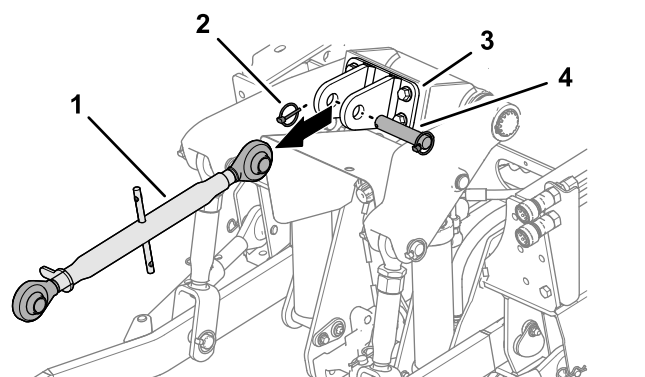

Figure 10
3. S'ils sont présents, retirez la goupille à anneau, l'axe de chape et le bras supérieur de l'attelage 3 points du support du bras supérieur (Figure 10).